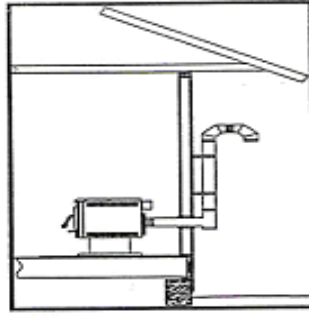

Figure 15
2. **Horizontal, sur le mur, puis au minimum vertical de 5 pieds**, dans un coude de 90 degrés et se terminant avec un coude de 45 degrés vers le bas. Figure 15